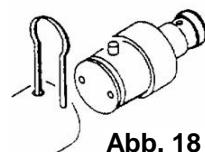

Abb. 18
- Drücken Sie mit der Gabel den Arretierbolzen am Eingangsstück hinein und ziehen Sie das Eingangsstück aus dem Schlagrohr heraus. (Abb. 18)